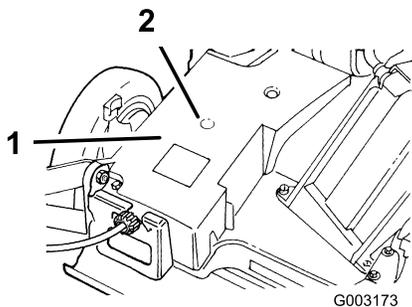

Figure 22
2. Essuyez les graisseurs à l'aide d'un chiffon propre (Figure 22).
3. Raccordez une pompe à graisse au graisseur dans l'ouverture du couvercle de courroie (Figure 22).